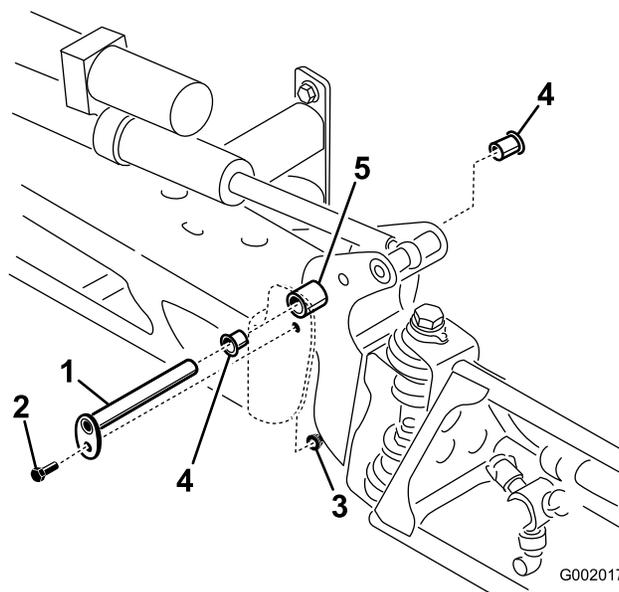

Figura 54
3. Quando il peso della barra è supportato, togliete il bullone e il dado che fissano il perno di articolazione nel gruppo barra (Figura 54). Togliete il perno di articolazione.
5. Togliete le boccole di nylon dal lato frontale e posteriore della staffa orientabile e controllatele (Figura 54). Sostituite le boccole avariate.
7. Montate la barra e la staffa orientabile nel telaio centrale, allineando i fori (Figura 54).